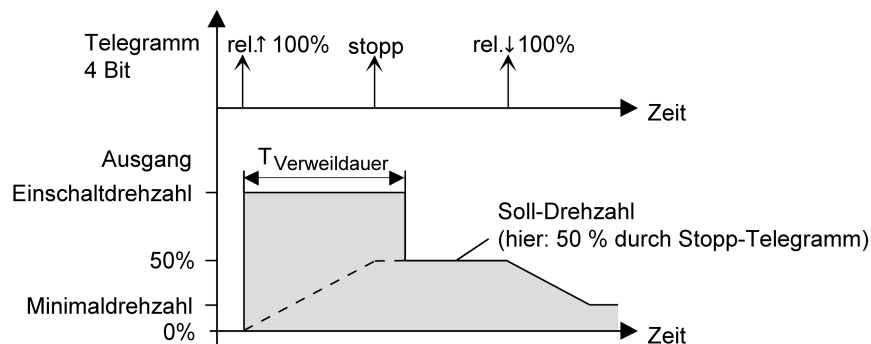

Bild 43: Einschaltdrehzahl und Soll-Drehzahl bei relativen Dimmbefehlen
- Beim relativen Dimmen über ein 4 Bit Dimmtelegramm gibt die Schrittweite des Telegramms das Dimmziel und somit die Soll-Drehzahl vor. Wenn ein relativer Dimmbefehl durch ein Stopp-Telegramm angehalten wird (z. B. Taste am Tastsensor vorzeitig losgelassen), entscheidet der Zeitpunkt des Stopp-Telegramms, welche Drehzahl als Soll-Drehzahl eingestellt wird (Bild 43). Sofern das Stopp-Telegramm noch während der Verweildauer der Einschaltdrehzahl beim Aktor empfangen wird, berücksichtigt der Aktor die im Hintergrund nachgeführte und hochgedimmte Drehzahl zum Stoppzeitpunkt als Soll-Drehzahl. Wenn hingegen das Stopp-Telegramm bei Aktor eintrifft, nachdem die Verweildauer der Einschaltdrehzahl abgelaufen ist, stellt der Aktor die durch die Schrittweite des Dimmtelegramms vorgegebene Drehzahl als Soll-Drehzahl ein. Das Stopp-Telegramm wird in diesem Spezialfall verworfen.